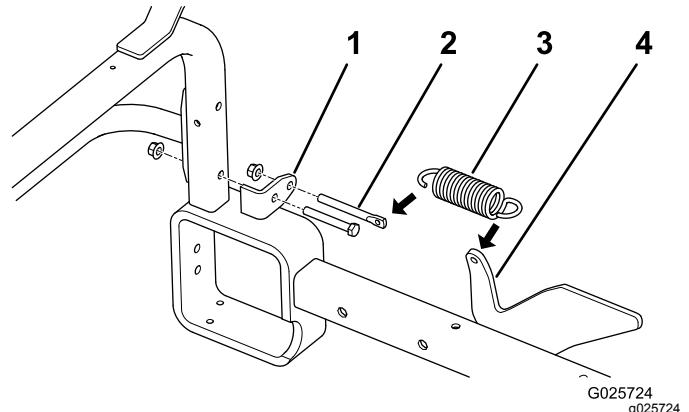

Figura 26
2. Retire a porca e o parafuso **inferiores** que prendem cada suporte de montagem do tubo de engate aos tubos da estrutura verticais (Figura 26).
Nota: Posicione os suportes da mola como se mostra na Figura 26.